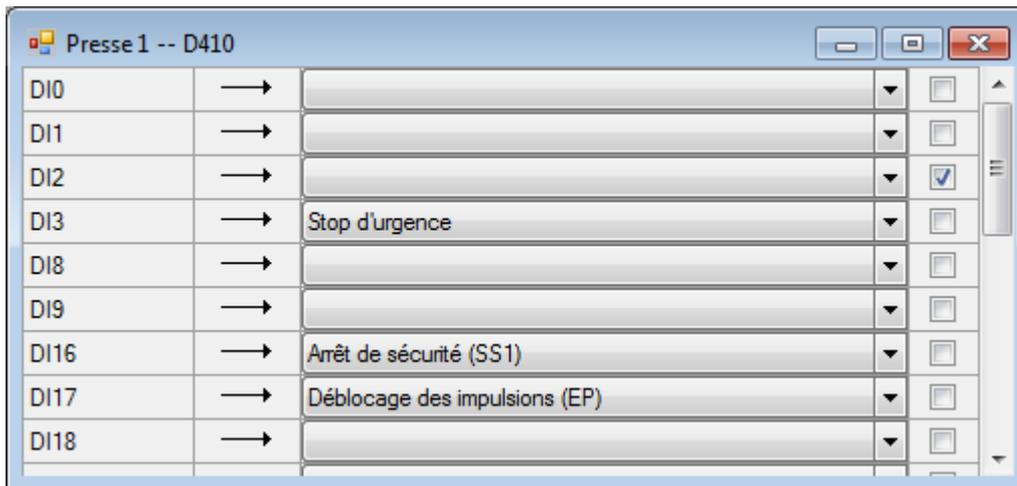

Figure 2: Sélection de l'entrée 2 (DI2)
2. Sélectionnez l'entrée ou la sortie de la D410-2 à associer à la variable utilisateur. Pour ce faire, cliquez dans la "CheckBox" de cette entrée/sortie physique. (voir figure 2 ci-dessous).